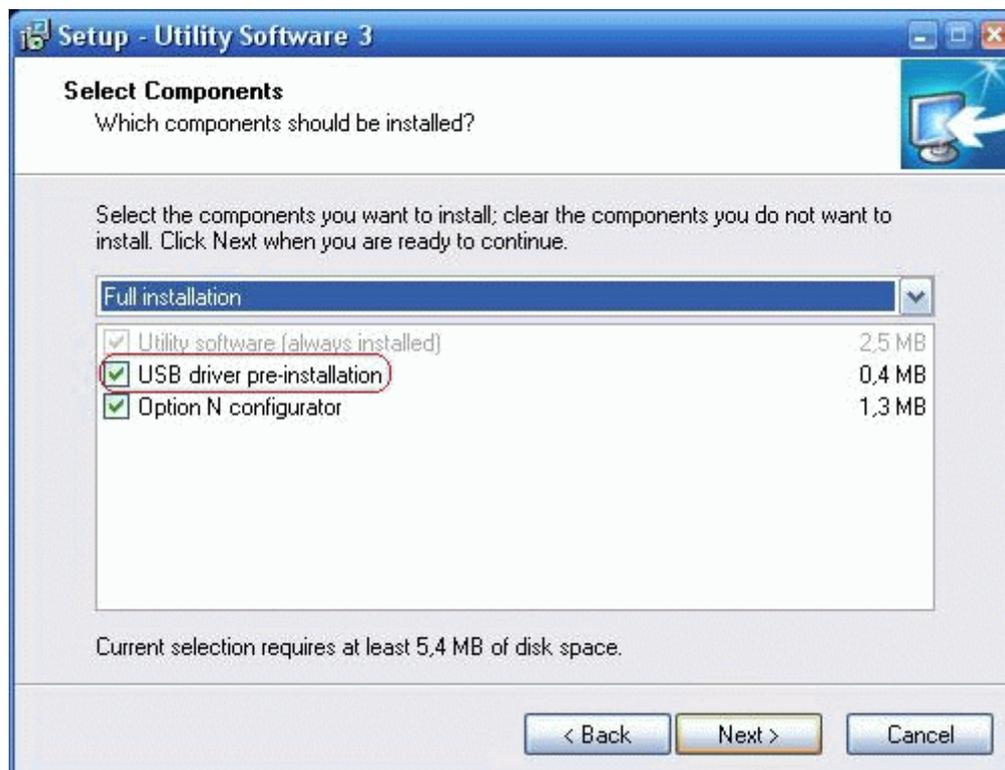

Рис.1. Выбор компонентов при установке **USW 3**
3.3.2 Установите полученную от ДВК-электро версию утилиты **USW 3**. Если на компьютере уже установлена предыдущая версия утилиты **USW 3** – сначала **необходимо удалить предыдущую версию утилиты, затем установить последнюю версию или задать другое место для установки**. Если в дальнейшем с помощью утилиты планируется работать с контроллером **AGC**, то строго необходимо установить драйвер связи с контроллером через **USB** (Рис.1);